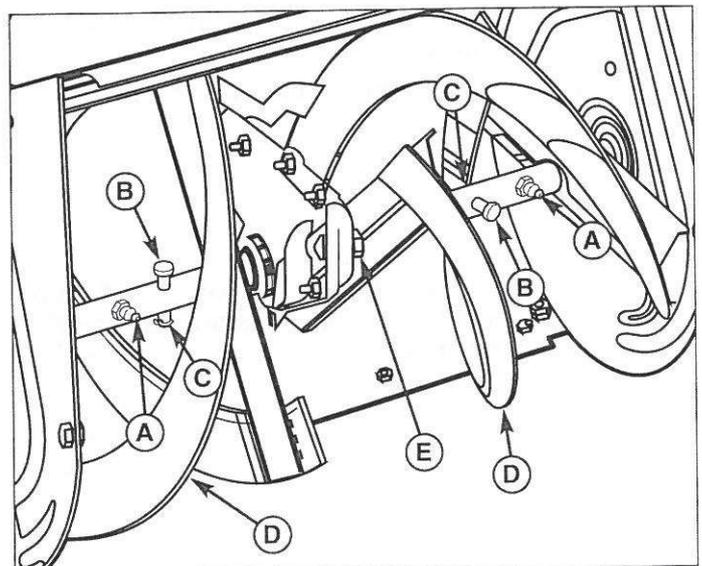

Figura 9. Lubrificazione della coclea, Lubrificazione dell'asta e del gruppo coclea
2. Rimuovere il tappo del tubo (E, Figura 9).
1. Togliere la coppiglia (C, figura 9) e la spina di sicurezza (B).
2. Usare una pompa per ingrassaggio e applicare più dosi di grasso ai punti d'ingrassaggio (A).
3. Ruotare il gruppo della coclea (D) più volte per distribuire il grasso in modo uniforme. Ripetere il punto 2.
4. Rimettere a posto la spina di sicurezza (B) e la coppiglia (C).
L'albero della coclea (Figura 9) presenta due raccordi di ingrassaggio. Pulire i raccordi ed ingrassarli con una pompa per ingrassaggio a pressione. Applicare il grasso esclusivamente nei punti indicati.